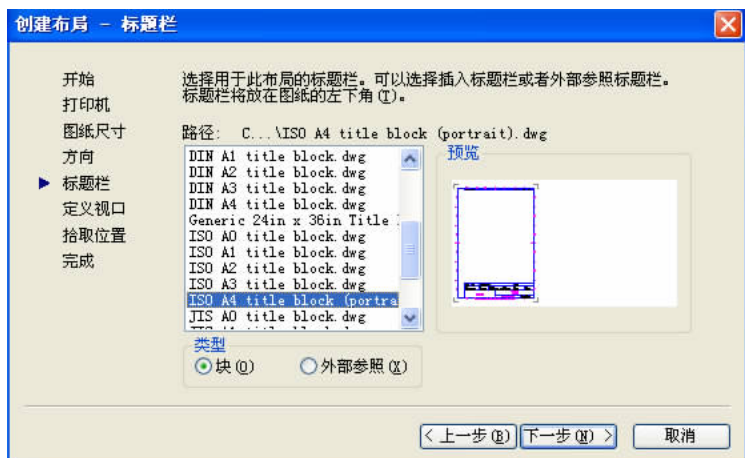

图 13.14 “标题栏选择”窗口
(5) 选择好图纸方向后,单击 **下一步(N) >** 按钮,进入“标题栏”窗口,选择适当的标题栏,内容可在右边查看,如图 13.14 所示。插入后,作为图块放置在图形的左下角。实际上,AutoCAD 中文版本提供的标题栏与国内的标准并不完全符合,读者需要自己绘制标题栏和图框,做成模板放在 AutoCAD 中文版程序目录中的 Template 目录中。